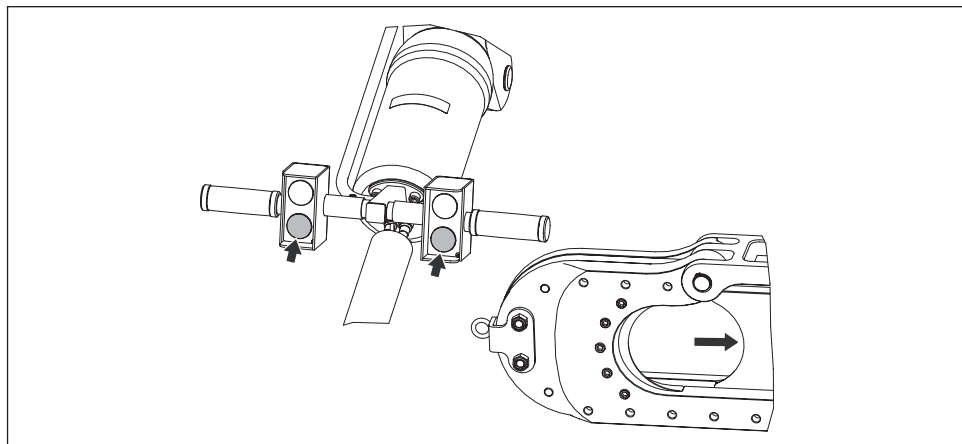

图 10，运行 - 回退
- 按下并按住两个回退按钮，可使活塞回退并使移动刀片向后滑动。参见图 10。